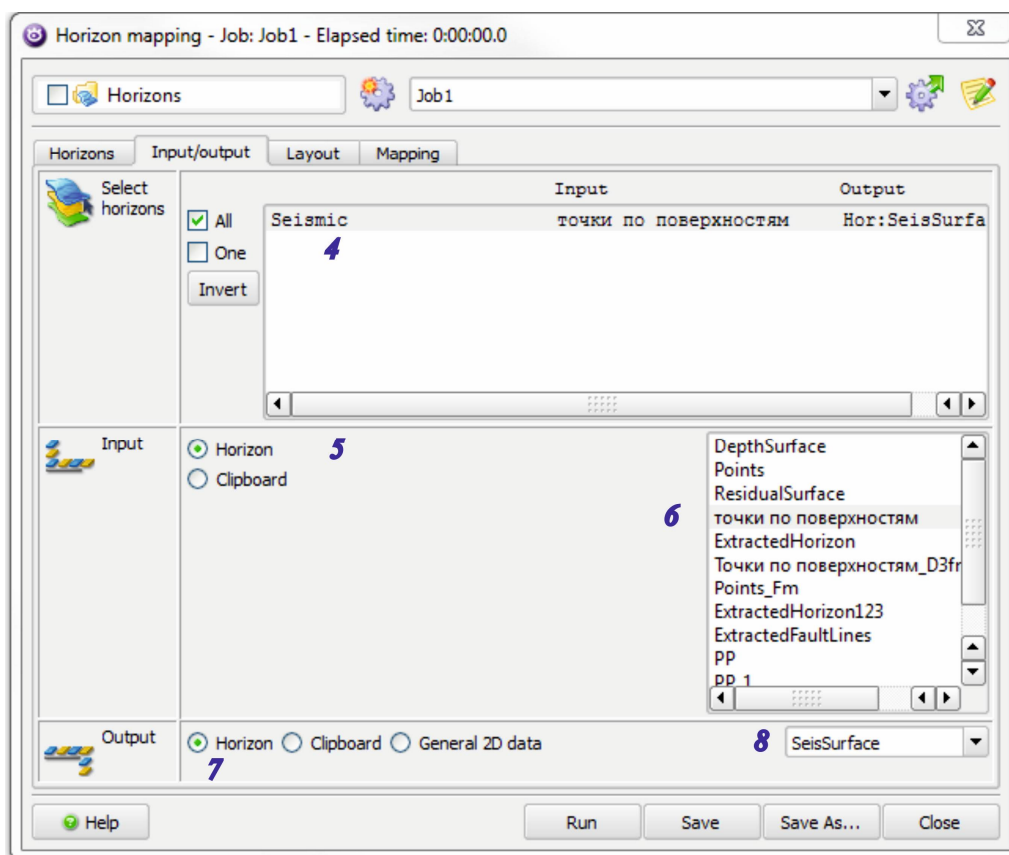

Рисунок 1.29 – Закладка *Input/output*
В закладке *Input/output* выберите горизонт SEISMIC (4) (рис. 1.29).